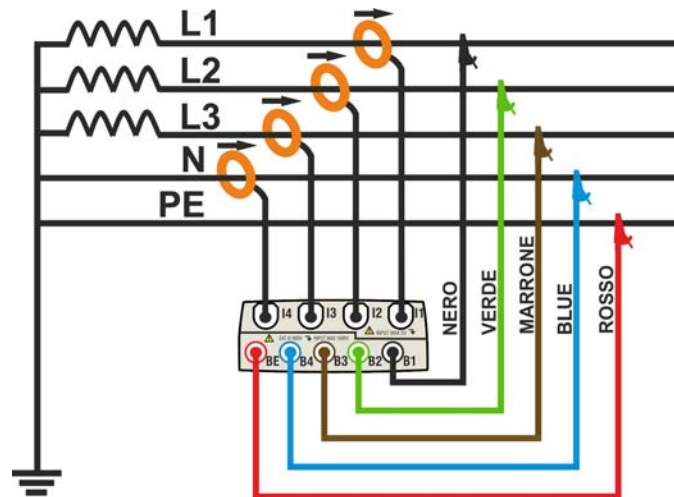

Fig. 173: Collegamento dello strumento in un sistema 4 FILI
2. Collegare i cavi di misura della tensione sui conduttori di Fase L1, L2, L3, Neutro e Terra rispettando i colori come mostrato in Fig. 173. **Verificare a display l' indicazione "123" relativa al corretto senso ciclico delle fasi** (vedere il § 5.2.4) ed effettuare le opportune correzioni fino al raggiungimento di tale situazione
3. Collegare le pinze di corrente sui conduttori di Fase L1, L2, L3 e Neutro N come mostrato nella Fig. 173 **rispettando il verso della freccia** presente sulle pinze stesse che indica la direzione convenzionale della corrente da generatore a carico. **Verificare sempre, nelle videate della sezione Visualizzazione Misure, che le Potenze Attive P1, P2, P3 siano sempre positive e che i fattori di potenza Pf1, Pf2, Pf3 siano corrispondenti ad un carico, normalmente induttivo**, prima di attivare una registrazione. In caso di valori negativi delle potenze attiva ruotare le pinze di 180° sui conduttori interessati